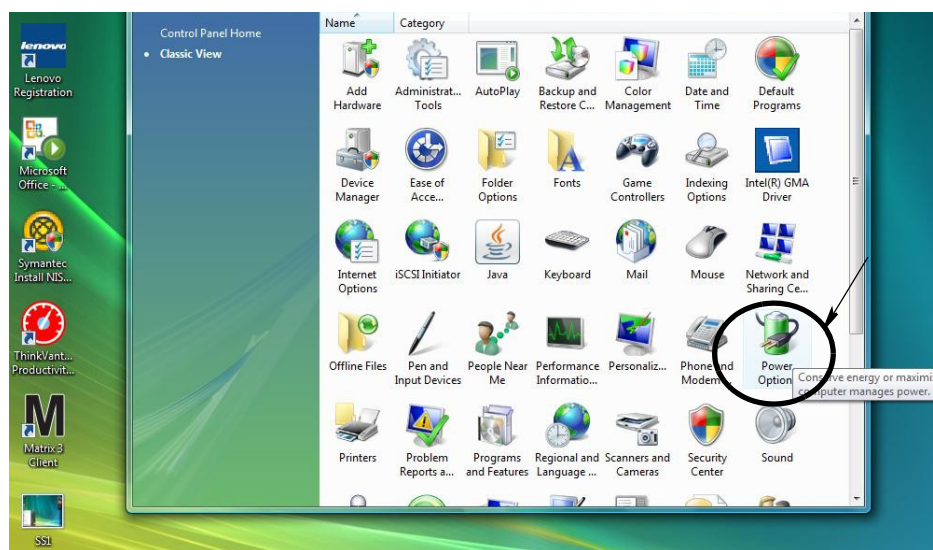

FIG. 33
2. Sélectionnez l'icône Options d'alimentation (Power Options) FIG. 33.